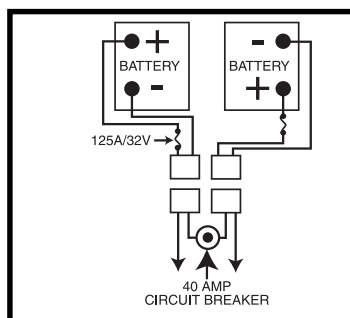

Abb. 13A. Batteriekabelverlauf
7. Verbinden Sie das rote Batteriekabel mit dem positiven (+) Batteriepol. **Siehe Abb. 13A.**